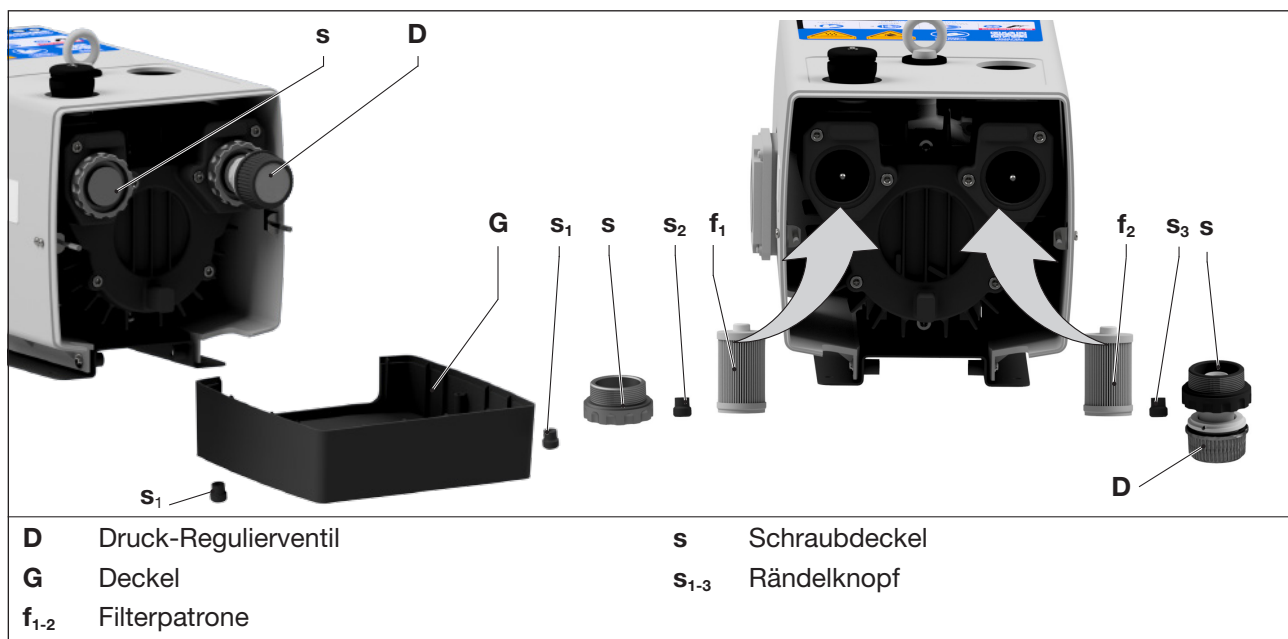

Abb. 4 Luftfilterwechsel
Die Filterpatronen für Saugluft (Abb. 4/f1) und Druckluft (Abb. 4/f2 → Zubehör) sind monatlich, oder je nach Verunreinigung öfters, durch Ausblasen zu reinigen oder zu ersetzen. Trotz Reinigen der Filter wird sich deren Abscheidungsgrad zunehmend verschlechtern. Deshalb sollten die Filter halbjährlich erneuert werden.
- Den Deckel (Abb. 4/G) nach lösen der Rändelknöpfe (Abb. 4/s1) entfernen.
- Auf der Saugseite den Schraubdeckel (Abb. 4/s) und Rändelknopf (Abb. 4/s2) lösen und entfernen.
- Auf der Druckseite den Schraubdeckel (Abb. 4/s) mit Druck-Regulierventil (Abb. 4/D) und Rändelknopf (Abb. 4/s3) lösen und entfernen.
- Die Filterpatronen für Saugluft (Abb. 4/f1) und Druckluft (Abb. 4/f2) herausnehmen und reinigen oder ersetzen.
- Die Filterpatrone (Abb. 4/f1) auf der Saugseite einsetzen und mit Rändelknopf (Abb. 4/s2) und Schraubdeckel (Abb. 4/s) befestigen. Rändelknopf und Schraubdeckel handfest anziehen.
- Die Filterpatrone (Abb. 4/f2) auf der Druckseite einsetzen und mit Rändelknopf (Abb. 4/s2) und Schraubdeckel (Abb. 4/s) mit Druck-Regulierventil befestigen. Rändelknopf und Schraubdeckel handfest anziehen.
h) Den Deckel (Abb. 4/G) mit den Rändelknöpfen (Abb. 4/s1) montieren. Rändelknöpfe handfest anziehen.
- Den Deckel (Abb. 4/G) nach Lösen der Rändelknöpfe (Abb. 4/s1) entfernen.
- j) Den Deckel (Abb. 4/G) mit den Rändelknöpfen (Abb. 4/s1) montieren. Rändelknöpfe handfest anziehen.